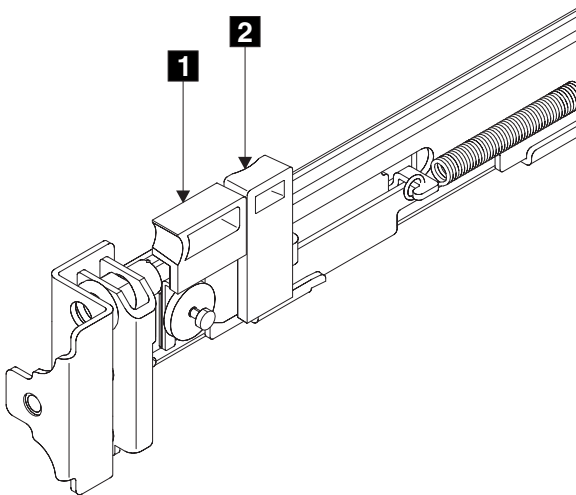

図 60. ラッチ・ロック・キャリアを引っ込める
2. 人差し指をラッチ・レバー **1** (図 60) の側面に当て、親指をラッチ・ロック **2** の前面に当てます。